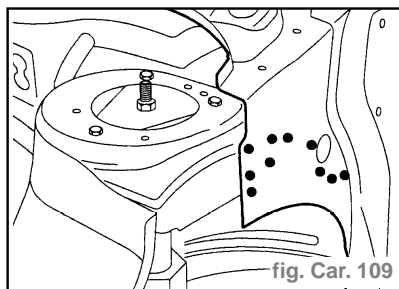

fig. Car. 109
- Souder par points bouchons au MIG (fig. Car. 109).